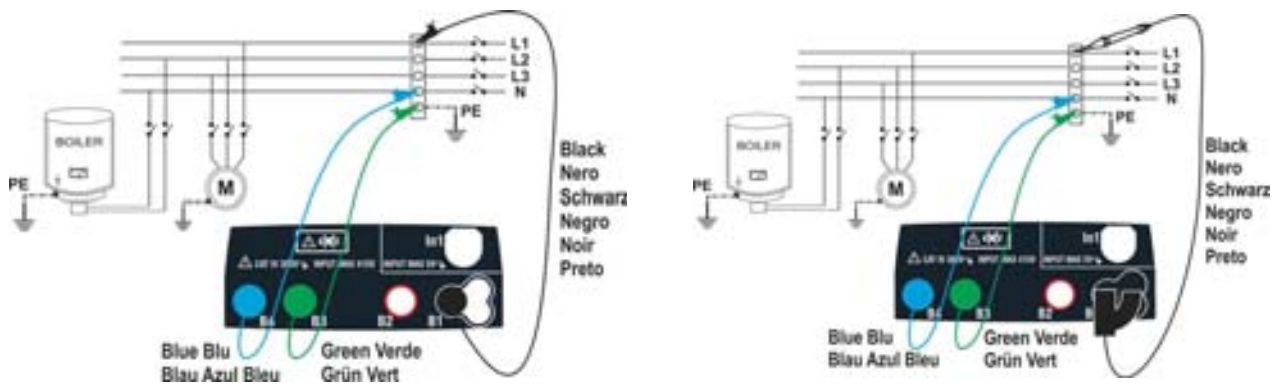

Fig. 10: Verifica dell'isolamento L-PE e N-PE tramite cavi singoli e puntale remoto
5. Connettere i cocodrilli e/o i puntali e/o il puntale remoto ai capi dei conduttori in esame in accordo alle Fig. 10 e Fig. 11.